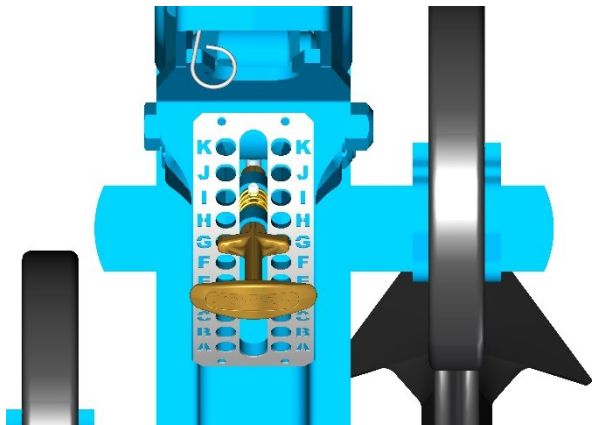

Fig. 1
- Abb. 1 : Heck-Hackelement Multicrop, Reihenabstand 65-80